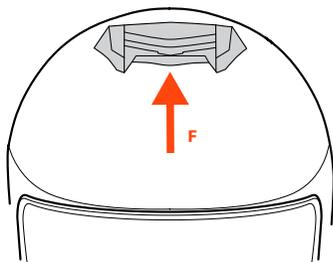

FIGURE 5
#### PRISE D'AIR FRONTALE SUPERIEURE – F – Figure 5/6
- Figure 5: prise d'air complètement fermée.